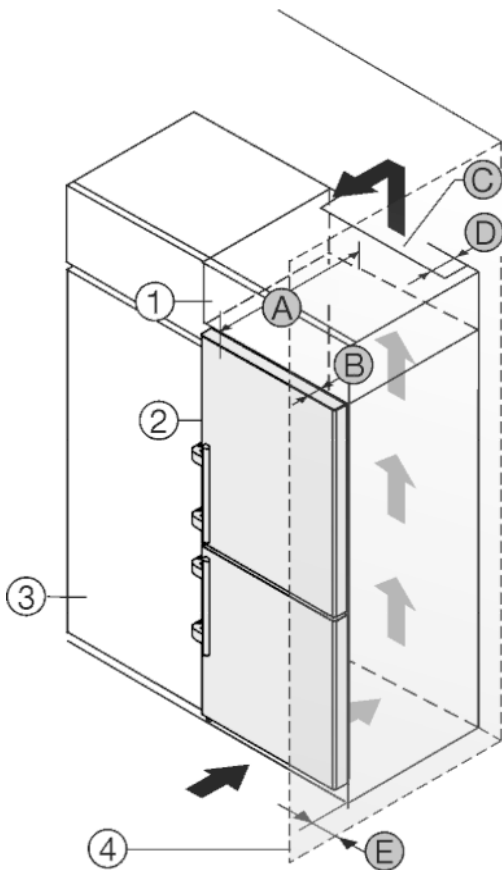

Fig. 12
L'apparecchio può essere incassato in mobili da cucina. Per adattare l'apparecchio Fig. 12 (2) all'altezza della cucina componibile, è possibile applicare sopra l'apparecchio un mobile da appoggio Fig. 12 (1).
L'apparecchio può essere installato direttamente accanto al mobile da cucina Fig. 12 (3). Per poter aprire completamente la porta, l'apparecchio deve sporgere almeno della profondità Fig. 12 (B) rispetto alla parte anteriore del mobile da cucina. L'apparecchio può sporgere ulteriormente a seconda della profondità dei mobili da cucina e dell'uso di distanziatori a parete.
- Sul retro del mobile da appoggio deve essere presente un vano di uscita dell'aria con profondità Fig. 12 (D) sull'intera larghezza del mobile da appoggio.
- Sotto al soffitto del locale deve essere rispettata la sezione di ventilazione Fig. 12 (C).
Se l'apparecchio è installato con le cerniere accanto ad una parete Fig. 12 (4), deve essere rispettata la distanza Fig. 12 (E) tra apparecchio e parete, che corrisponde alla sporgenza della maniglia con la porta aperta.